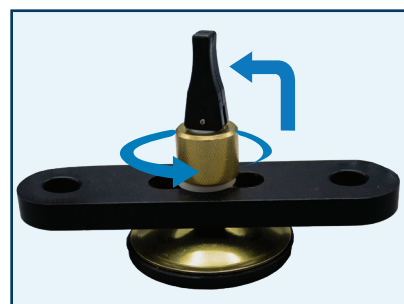

Abbildung 1
3. Bewegen Sie bei Bedarf den Verriegelungshebel in die entriegelte Position (*senkrecht* zur Saugeroberfläche) und lösen Sie die Zylindermutter (Abbildung 1), um den Adapterarm montieren zu können.